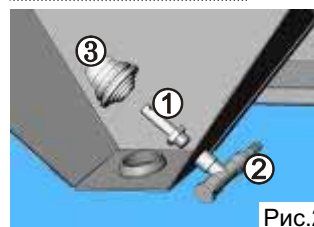
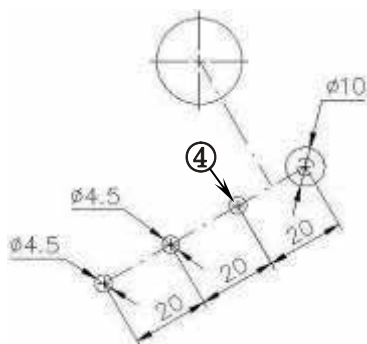

Рис.2
Рис.3. Вид снаружи (задняя стенка АПО)
- закрепить (рис.2) при помощи штуцера (1) тройник, направив штуцер (2) к задней стенке АПО;
- удерживая фильтр (3) стационарного струйного проектора за резиновую втулку (не за сетку!), установить его на штуцер (1) до упора;
- рассверлить (по разметке, рис.3) отверстие Ø 10мм, вскрыть два отверстия Ø 4,5мм, удалить заусенцы с кромок отверстий;
- заглушить (рис.3,4) неиспользуемое отверстие (4);